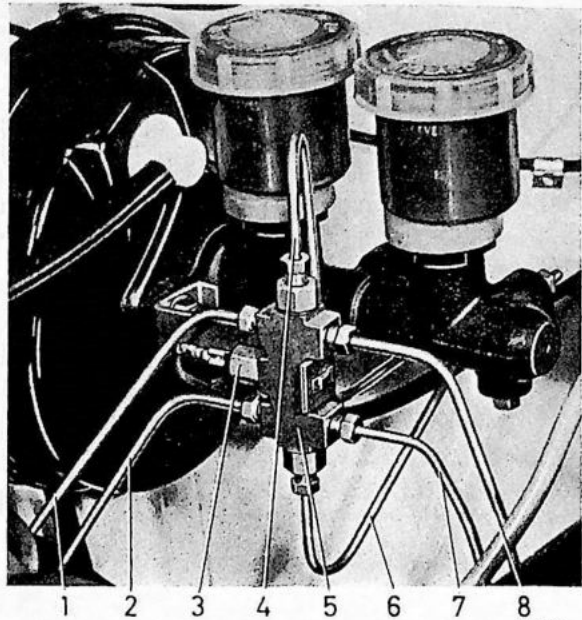

Fig. 5-46. De gemonteerde waarschuwingsklep
1. Maak de elektrische aansluiting los en draai de waarschuwingsschakelaar los (3, Fig. 5-46), waardoor de zuigers in hun normale stand terugkomen.
Maak alle aansluitingen los. Verwijder de bevestigingsmoer en neem de klep naar voren toe weg. De montage geschiedt in omgekeerde volgorde. Fig. 5-46 laat de diverse aansluitingen zien. Ontlucht het remsysteem.